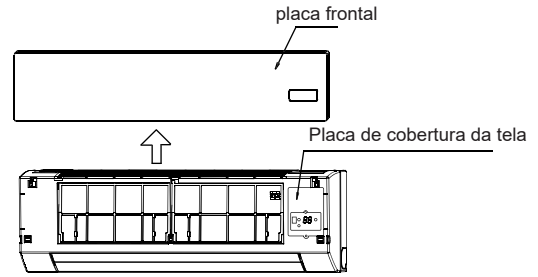

Fig. 7-1
- 1 Remova a placa frontal e remova a placa que cobre a tela (veja a Fig. 7-1).